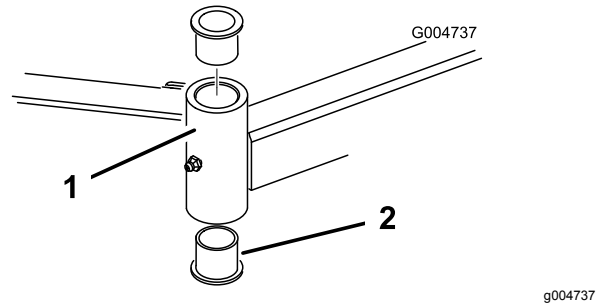

Bild 105
- Stecken Sie einen Dorn oben oder unten in das Befestigungsrohr und treiben die Büchsen heraus (Bild 105). Treiben Sie dann die andere Büchse aus dem Rohr heraus. Reinigen Sie die Innenseite der Rohre.